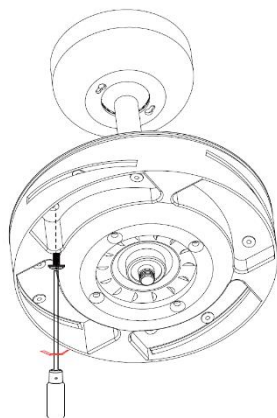

Abb. 5
2. Entfernen Sie die Rotorblattschrauben, die am Ventilatormotor vormontiert sind. Erst dann können Sie die Rotorblätter anbringen. Abb. 5